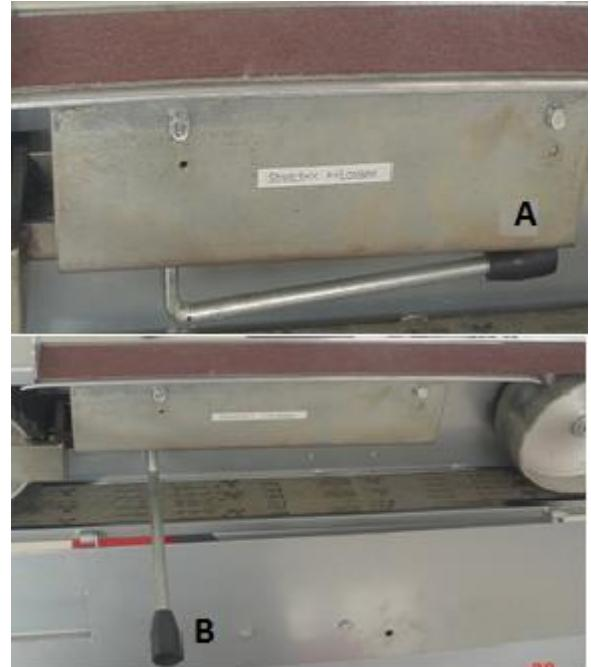

Fig. 8
4. Zet de hendel voor de spanning van de band (fig.8) van positie A naar positie B om de spanning van de band te halen.